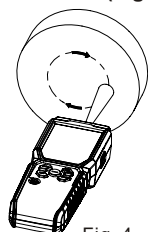

Fig. 4
1. Misura senza contatto - RPM/Hz (Fig. 4)